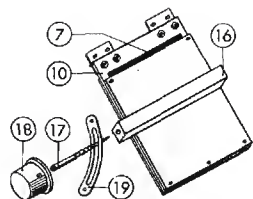

Fig. 304. Montaggio dello specchio mobile, con bottone di comando e mascherina.
Lo schermo (8) (135×135 mm) è fissato sul telaio (11) con listelli analoghi: il telaio a sua volta è avvitato sui pezzi (1f) e (1g). Lo specchio (7) (12×15 cm) è montato in un telaio (10) di legno compensato e deve essere molto sottile, a meno che non si usi uno specchio argentato in superficie. Questo telaio viene fissato con due cerniere su (1h) e reso azionabile dall'esterno, secondo le figure 304 e 305. Sul suo fondo incolliamo un listello (16) (15×15 mm) la cui testata